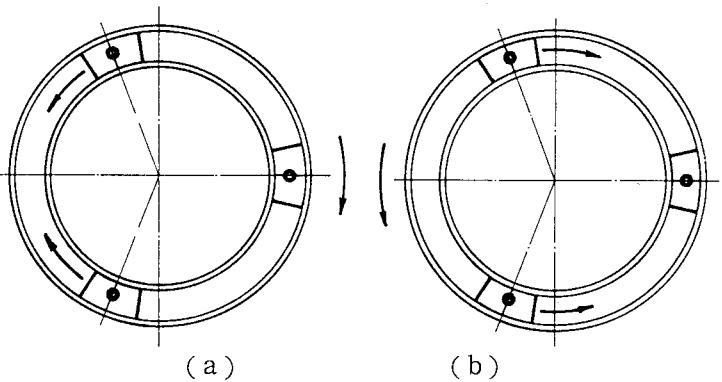

図1-22
(7) バランスを取る。
- ① 2個のバランス駒を少しづつ同じ量移動させてバランスを取る。
- 図1-21において、スイングフレームが時計方向に移動する場合は、2個のバランス駒を重心側に少しづつ同じ量だけ移動する(図1-22(a))。
- スイングフレームが反時計方向に移動する場合は、2個のバランス駒を重心と反対側に少しづつ同じ量だけ移動する(図1-22(b))。